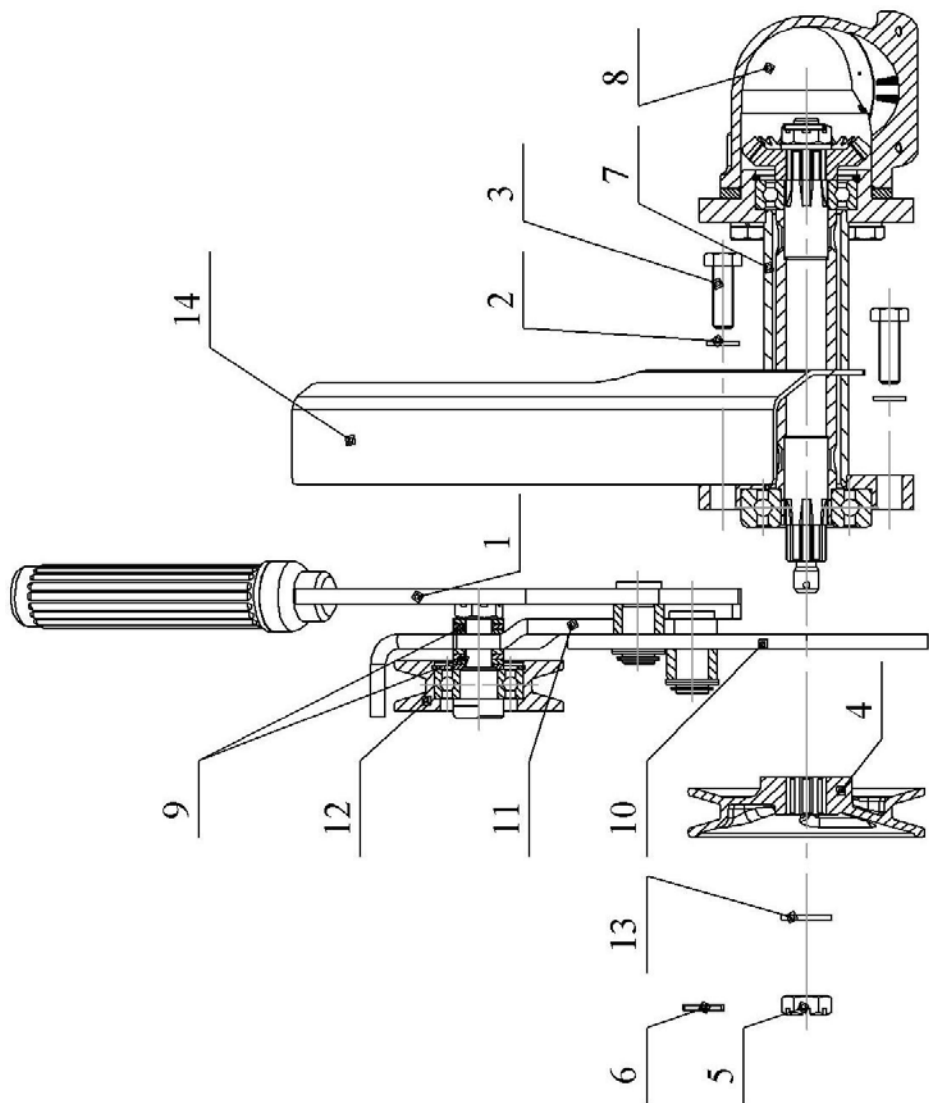

Рисунок 4 – Натяжное устройство.
Для работы с мотоблоком МБ-1Д1(2, 3)М и его модификациями, а также мотоблоками «Салют», «Нева», «КАСКАД» и их модификациями (рисунок 3, 5) косилка комплектуется натяжным устройством (рисунок 4), которое монтируется на косилке.
Установить натяжное устройство на косилке, закрепив фланец 10 (рисунок 4) и кожух 14 болтами 3 и шайбами пружинными 2 под углом к горизонту как показано на рисунке 3;
Установить приводной шкив 4 (рисунок 4), закрепить гайкой 5, шайбой 13 и шплинтом 6 (люфт шкива на шлицевом торсионном валу не допускается). Перед установкой шкива 4 шлицы смазать солидолом ГОСТ 4366-76;
- ручки шкивов (ведущего 3 и приводного 5) и натяжного ролика должны лежать в одной плоскости. Положение натяжного ролика регулировать за счёт перестановки регулировочных шайб 9 (рисунок 4), приближая или удаляя ролик относительно коромысла 11.
Установить натяжное устройство на косилке под углом к горизонту как показано на рисунке 3, закрепив фланец 10 (рисунок 4) и кожух 14 болтами 3 и шайбами пружинными 2;